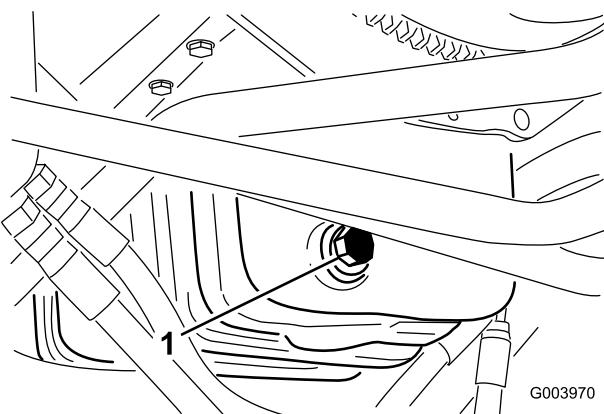

Figure 60
- Retirez le bouchon de vidange (Figure 60) et laissez couler l'huile dans un bac de vidange.